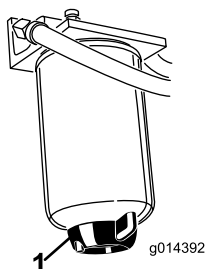

Рисунок 47
Ежедневно сливайте воду или другие загрязнения из водоотделителя (Рисунок 47). Через каждые 400 часов работы меняйте корпус фильтра.
2. Ослабьте сливную пробку в днище корпуса фильтра (Рисунок 47).